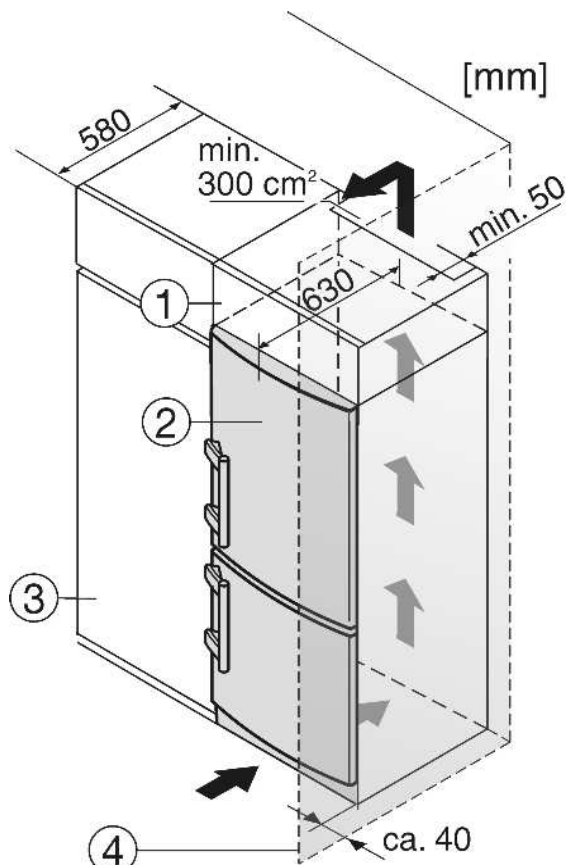

Fig. 13
- (1) Дополнительный шкафчик
- (2) Устройство
- (3) Кухонный шкаф
- (4) Стенка
Устройство может быть окружено предметами кухонной обстановки. Чтобы уравнять устройство Fig. 13 (2) по высоте с кухонной стенкой, можно установить над устройством соответствующий дополнительный шкафчик Fig. 13 (1).
При комбинировании с обычными кухонными шкафами (глубина макс. 580 мм) устройство можно установить непосредственно рядом с кухонным шкафом Fig. 13 (3). Дверь устройства выступает по сторонам на 34 мм и по центру устройства на 50 мм относительно передней стенки кухонного шкафа. Поэтому ее можно свободно открывать и закрывать.
Если устройство установлено на шарнирах у стены Fig. 13 (4), то расстояние между устройством и стеной должно быть не менее 40 мм. Настолько выступает ручка при открытой дверце.